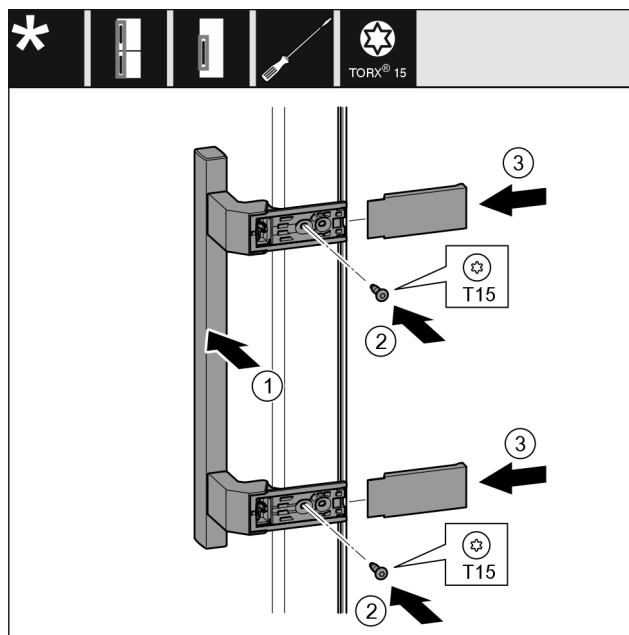

Fig. 35
- ▶ Встановіть ручку Fig. 35 (1) з протилежного боку.
- ▶ За допомогою викрутки закрутіть гвинти Fig. 35 (2).
- ▶ Встановіть кришки Fig. 35 (3) збоку та посуньте їх.